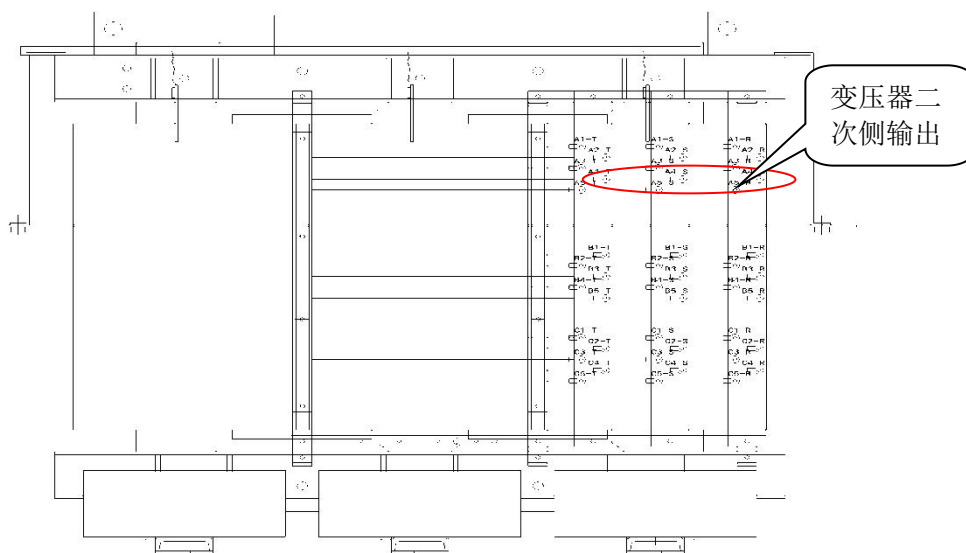

图 3-14 5 级变压器接口图
- **移相变压器的二次侧端子到功率单元的电缆：**变频器柜体就位拼装完成以后，只需按照电缆号将电缆的两端接到移相变压器二次侧端子和功率单元输入端子即可。变压器二次侧端子如图 3-14 所示，功率单元输入端子如图 3-15 所示：